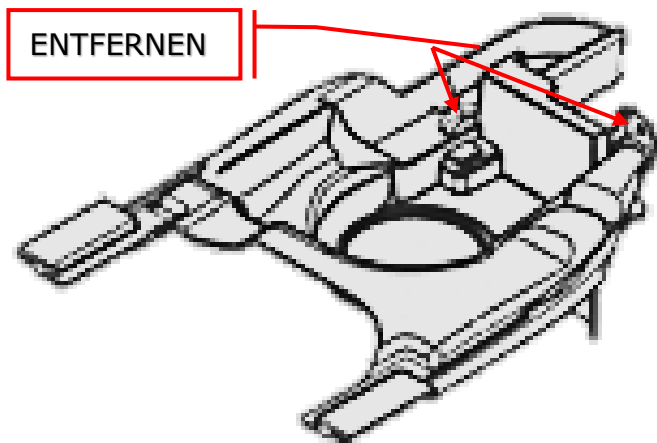

Abbildung 1
3. Entfernen Sie die Clips aus Kunststoff, die die Sitz-Unterverkleidung befestigen (siehe **Abbildung 1**).